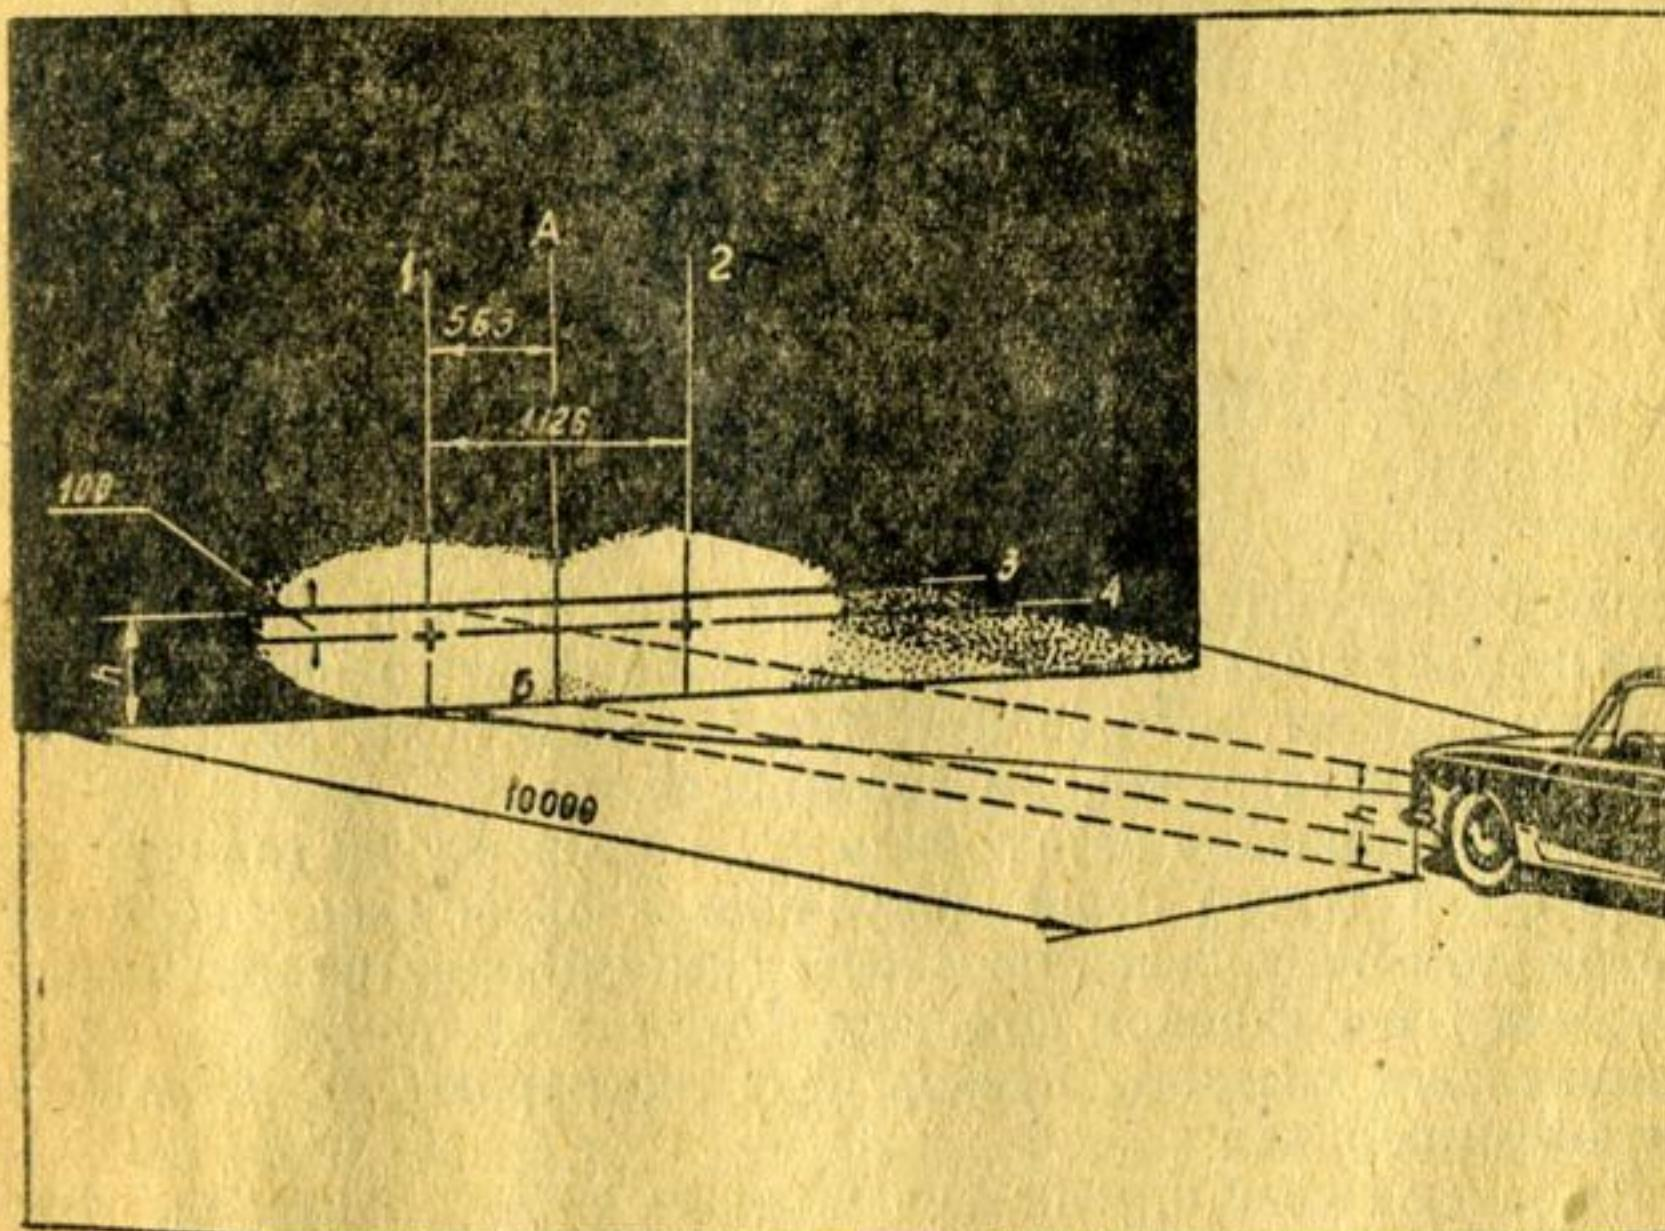
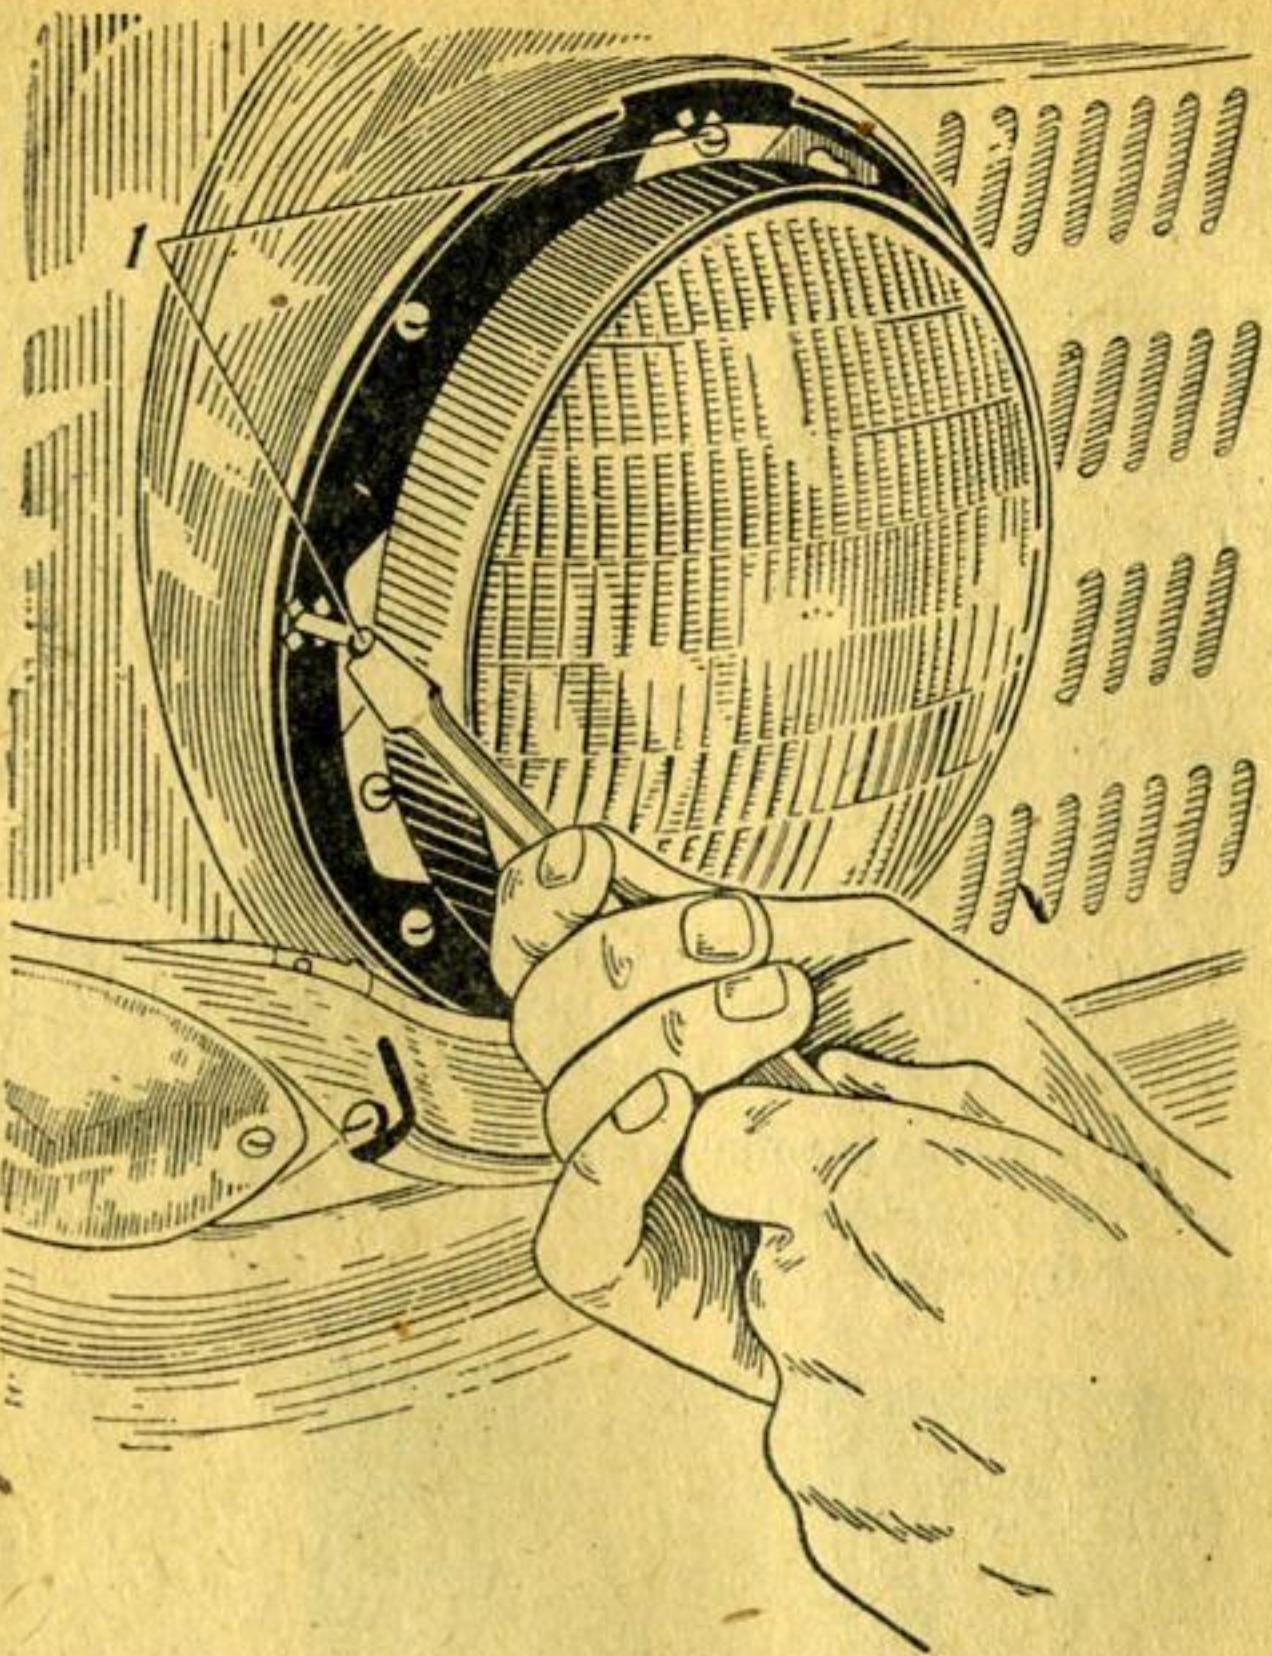

Рис. 70. Разметка экрана и установка автомобиля при регулировке направления световых пучков фар.
Рис. 71. Регулировка положения оптического элемента в корпусе фары:
Экран размечают, как показано на рис. 70. При этом линию 3 (линию центров фар) наносят на экране на расстоянии, равном высоте расположения центров фар над уровнем пола. Расстояние  $h$  измеряют при ненагруженном автомобиле.
3. Включают дальний свет и, закрыв одну фару куском темной материи, регулируют положение оптического элемента другой фары с помощью двух винтов 1 (рис. 71). При этом пучок света регулируемого элемента фары должен дать на экране овальное световое пятно, центр которого должен совпадать с точкой пересечения линии 1 (или 2) с линией 4 (см. рис. 70).